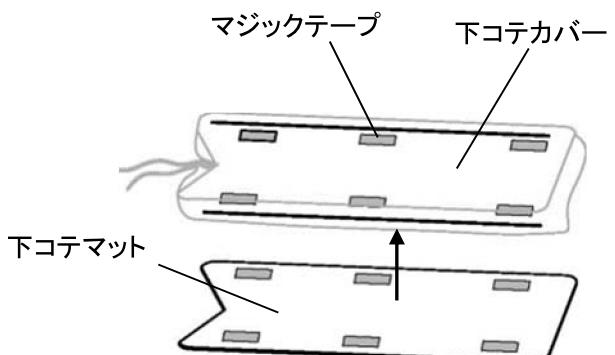

図2
- ① 下コテカバーに下コテマットをマジックテープで留めてください(取り付けてください)。(図2)
- ② ステンレス棒2本を下コテカバーの左右の穴に入れてください。(図2)